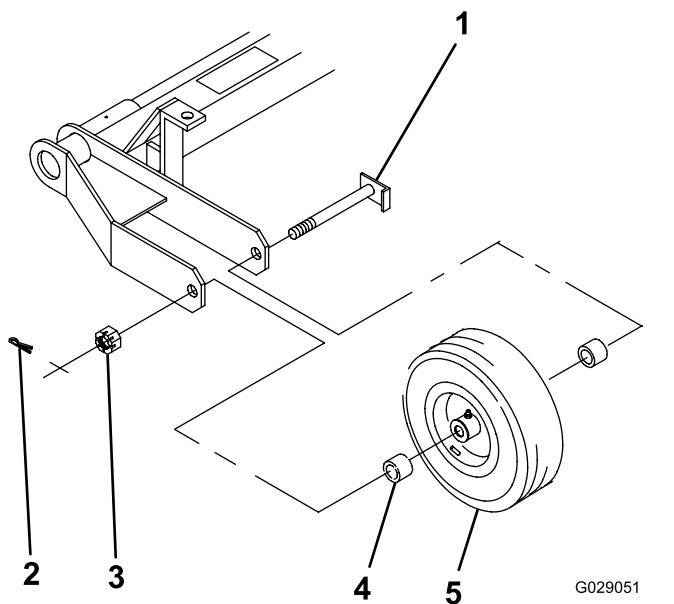

Figura 3
1. Posizionate il gruppo ruota e 2 distanziali (1 a ciascun lato del mozzo della ruota) tra gli elementi del telaio come illustrato in Figura 3.
2. Inserite l'assale attraverso il telaio, i distanziali e la ruota (Figura 3).
3. Inserite il dado a corona sull'assale (Figura 3) e serratelo con una chiave a mano a una coppia di 8–20 N·m.
7. Montate la coppiglia (Figura 3).